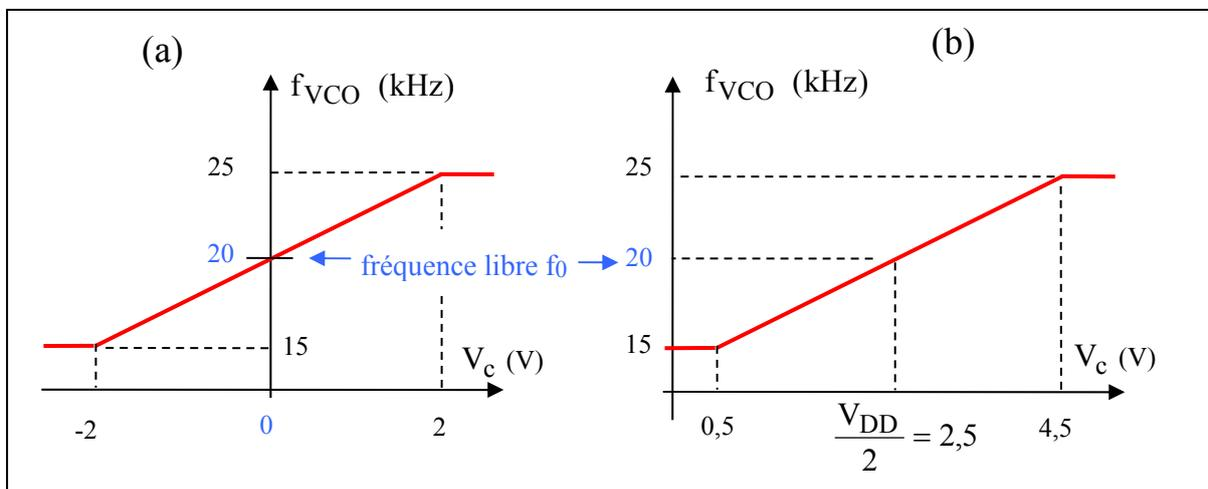

Figure 3 : Caractéristique du VCO : (a) de la boucle analogique, (b) de la boucle numérique
- un oscillateur contrôlé en tension dont la fréquence  $f_{VCO}$  dépend de la tension de commande  $V_C$  (voir la figure 3-a). Il est caractérisé par un plage linéaire et des saturations pour  $V_C < 2V$  et  $V_C > 2V$
Pour simplifier on suppose que la constante du multiplieur est égale à  $1V^{-1}$ . La fréquence du VCO correspondant à  $V_C = 0$  est appelée la **fréquence libre** (figure 3-a), on la note  $f_0$ .
La figure 8 montre une boucle à **verrouillage de phase numérique** dans laquelle le comparateur de phase est remplacé par un OU exclusif, il existe d'autres types de comparateurs de phase numérique. Le OU exclusif est alimenté entre 0V et la tension  $V_{DD}$ , 5V par exemple, il s'ensuit que la tension  $V_c$  en sortie du filtre est toujours positive et varie entre 0V et  $V_{DD}$  suivant le déphasage des signaux  $e(t)$  et  $u(t)$ . La caractéristique du VCO est différente de celle d'une boucle analogique, elle est donnée à la figure 3-b. La fréquence libre est celle obtenue pour  $V_c = \frac{V_{DD}}{2}$ .